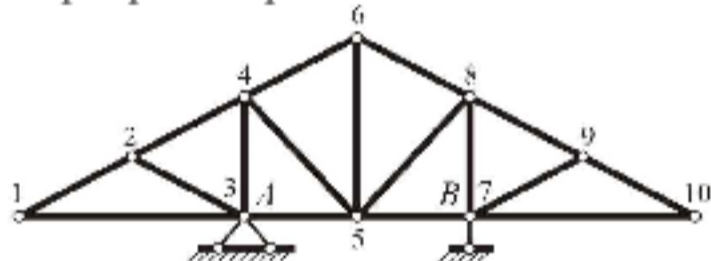

Рис. 4
2. Для проведения кинематического анализа необходимо заменить опорные связи их шарнирно-стержневым аналогом и обозначить эти сечения (рис. 4).